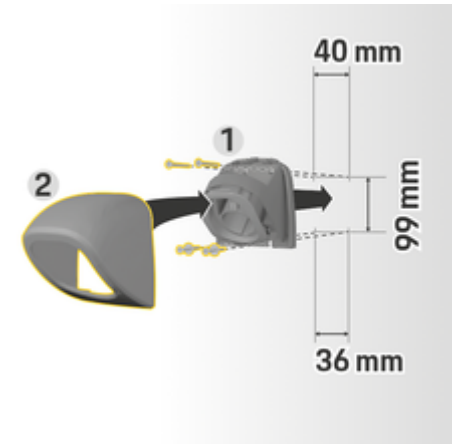

Fig. 10: Medidas de taladrado
1. Retire el soporte de enchufe **1** (Fig. 10) de la cubierta **2** (Fig. 10).
4. Atornille el soporte de enchufe **1** (Fig. 10) a la pared.
5. Coloque la cubierta **2** (Fig. 10) desde abajo sobre el soporte de enchufe **1** (Fig. 10) y presionar hacia arriba.